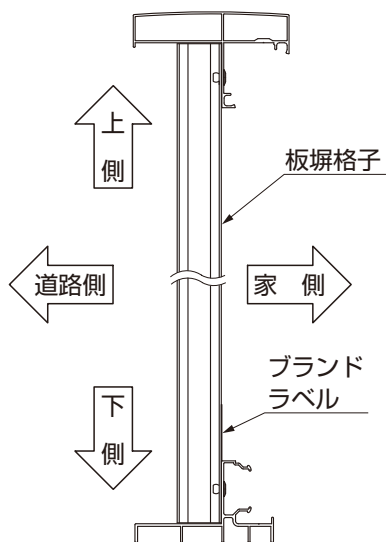

図5-13 板塀格子の取付け方向
- 板塀格子には取付けの際 方向、向きがあります。(図5-13参照)